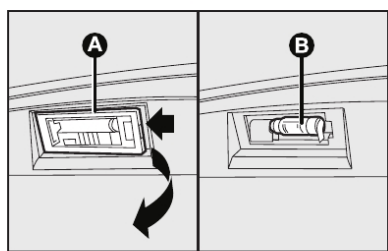

fig. 29
LUZ DE PLACA fig. 29
- 1) retirar os refletores **A-fig. 29** utilizando uma chave de fenda nos pontos indicados pelas setas **fig. 29**;
- 2) retirar a lâmpada **B-fig. 29** e substituí-la.